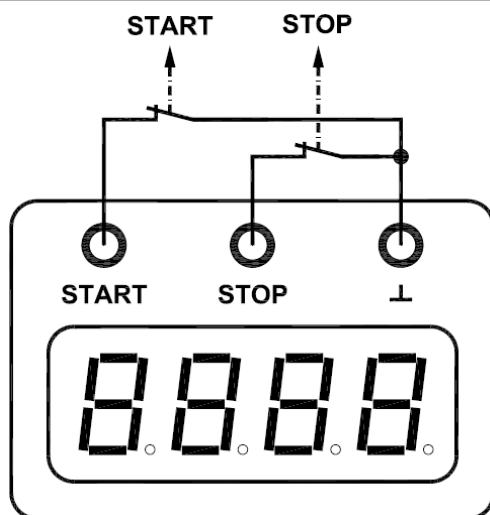

Fig. 1 Plan esquemático del cableado de las entradas
- Ambas entradas se cablean con interruptores de apertura. (ver Fig. 1)